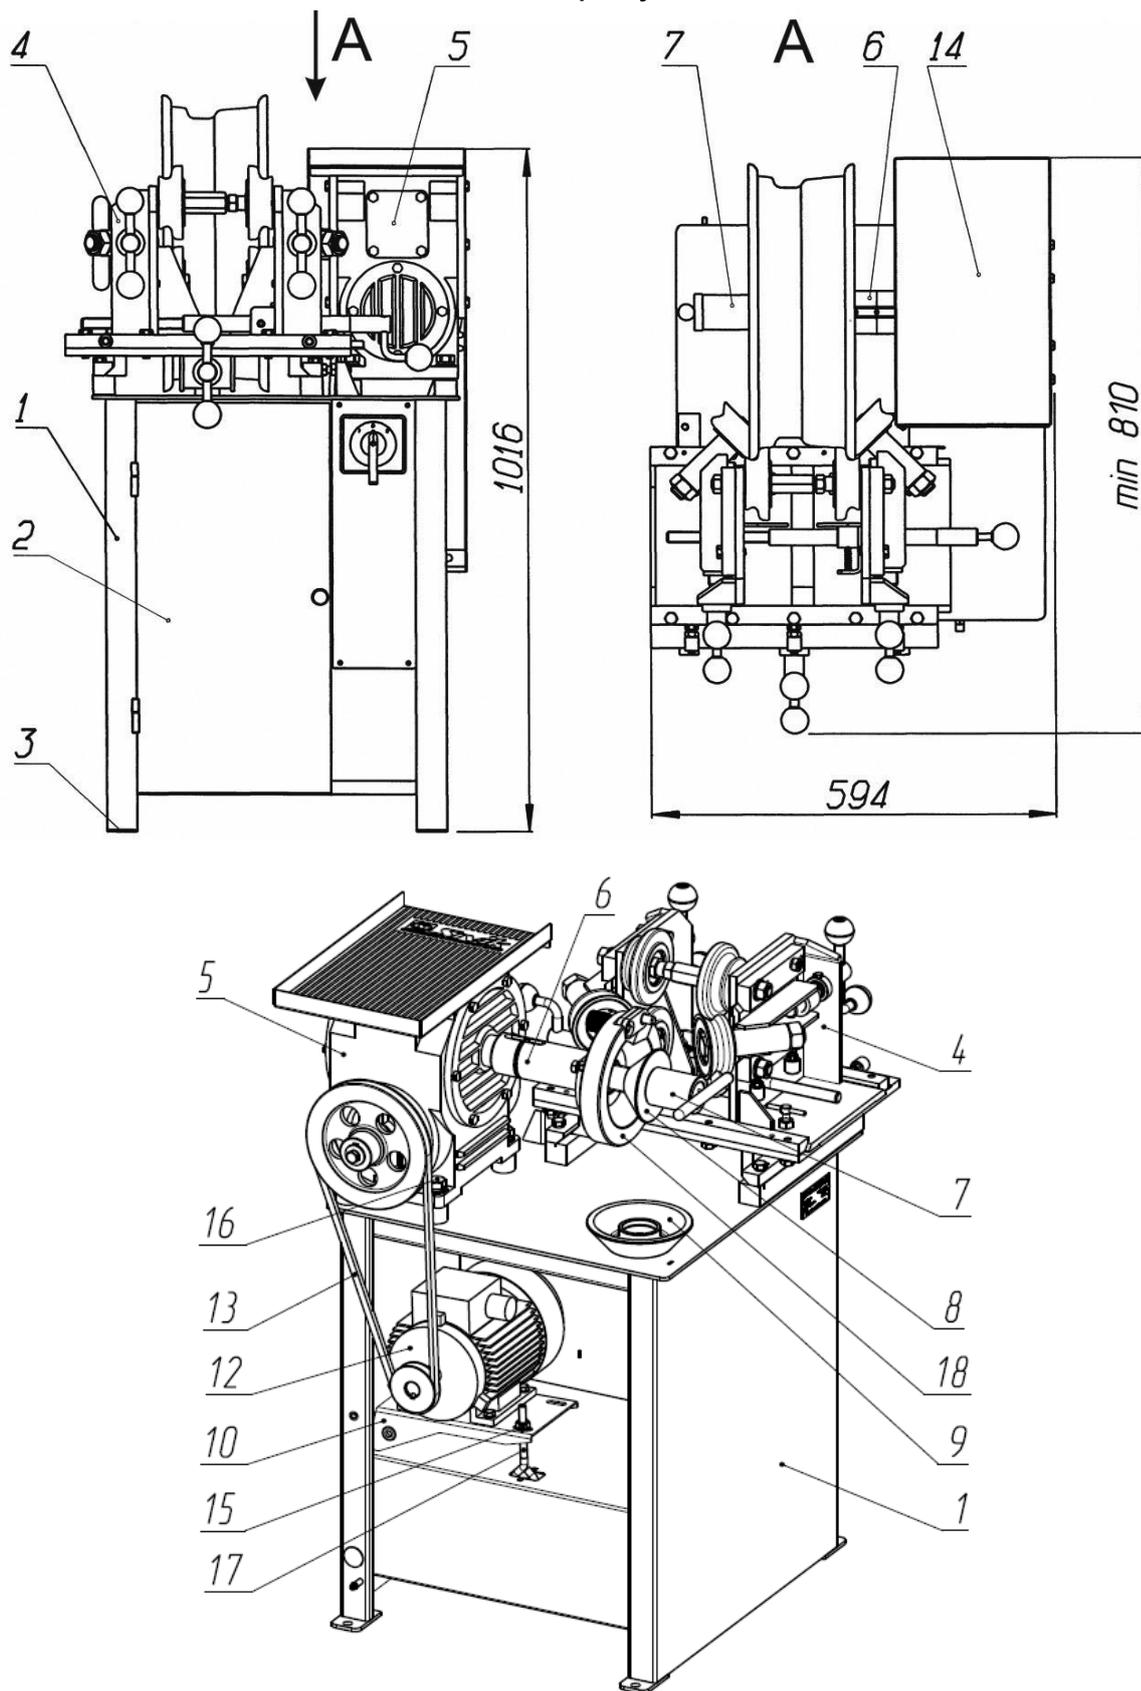

Рисунок 4.1 - Устройство станда
6.2.1 Подвести большие правильные Ролики 34 (рис.3) к полкам обода колеса. Должно производиться одновременное касание обода к четырем роликам 34. Допуск не параллельности оси колеса и оси роликов по горизонтали и вертикали должен составлять не более $\pm 0,5$ мм. Болты 16 (рисунок 4.1) затянуть до отказа, соблюдая равномерность затяжки.